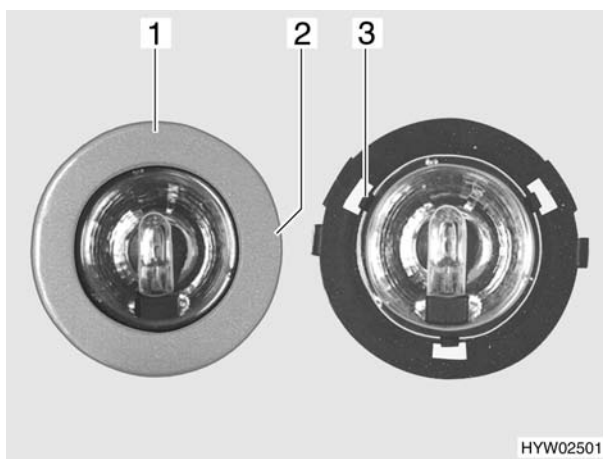

Fig. 103 Lampada alogena
- Girare lentamente il diaframma (Fig. 103,1) finché il nasello (Fig. 103,2) dell'involucro non si arresta a scatto nella scanalatura sottostante del diaframma.
- Tre graffe (Fig. 103,3) tengono ferma la lastra di vetro della lampada alogena nell'involucro. Spingere di lato una delle tre graffe.